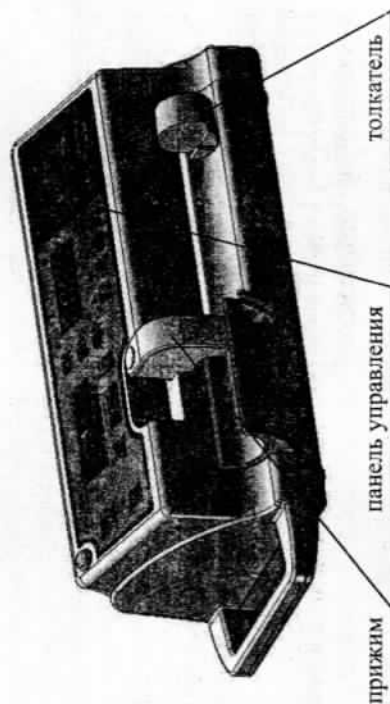

Рисунок 1
1.3.1. Насос состоит из следующих основных функциональных компонентов (рисунок 1): прижима, служащего для фиксации шприца и для определения объема шприца при помощи оптоэлектронного датчика; толкателя, служащего для перемещения штока шприца с заданной скоростью; панели управления, при помощи которой задаются режимы работы насоса.